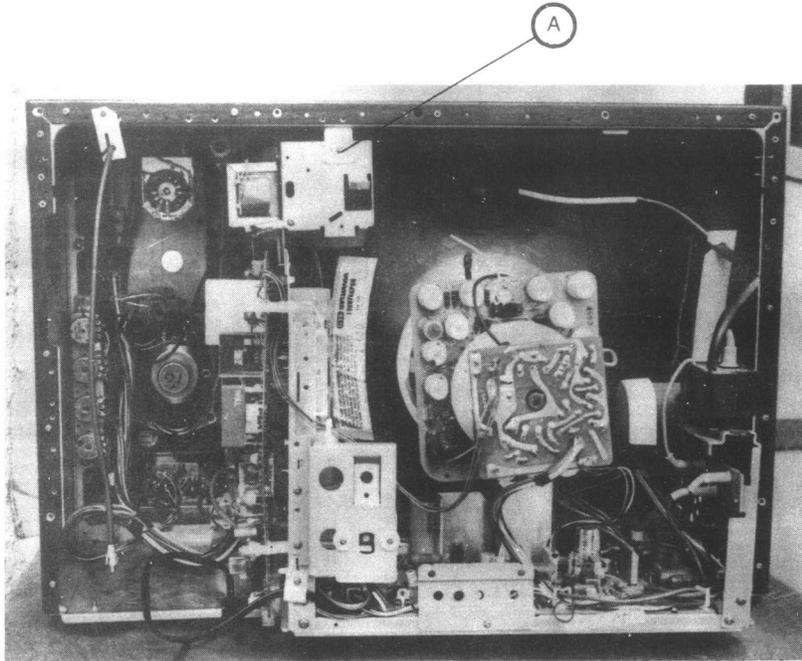

Fig. 3-3
1. Retire o parafuso A (Fig 3-3) e puxe o chassis para fora após soltar todos os terminais ligados ao conjunto do cinescópio e chassis.